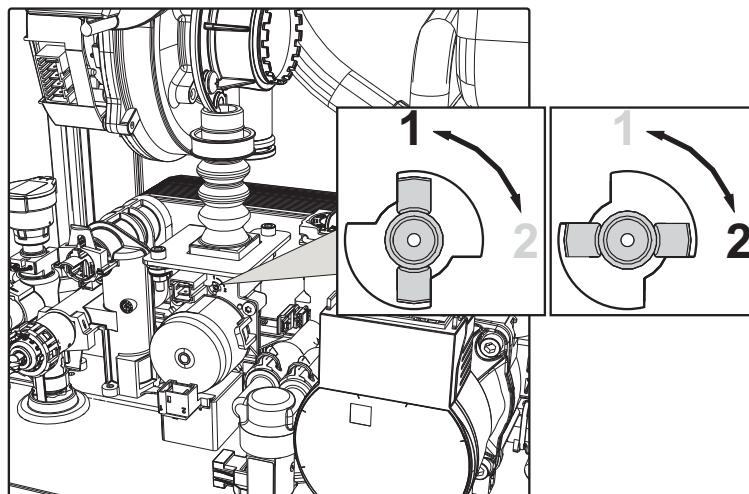

fig. 24
3. Rotiți Throttle (fig. 24) în funcție de poziția indicată în tabel 7.